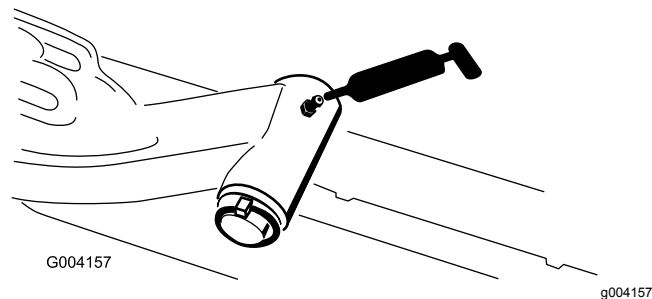

Figura 30
- Eixo das articulações do braço de elevação (1 cada) – Figura 30